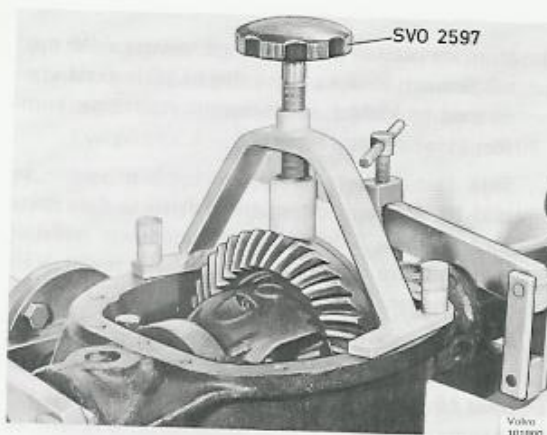

Bild 56. Bromsverktyg för differential
2. Sätt på bromsverktyg SVO 2597 enligt bild 56. Stryk märkfärg på några kuggar på tre ställen på kronhjulet. Härigenom kan man få kontroll på kronhjulets ev. skevhet. Dra runt pinjongen 10–12 varv åt vardera hållet och kontrollera